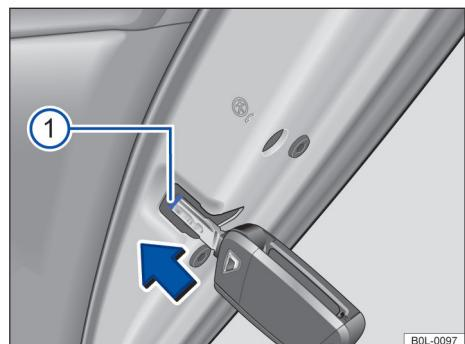

图 46 右侧车门锁止装置旁：用应急钥匙闭锁车辆
- 将钥匙头插入槽口 → 图 46 ① 内并沿箭头方向向内按压，直至槽口内的闭锁装置卡止。